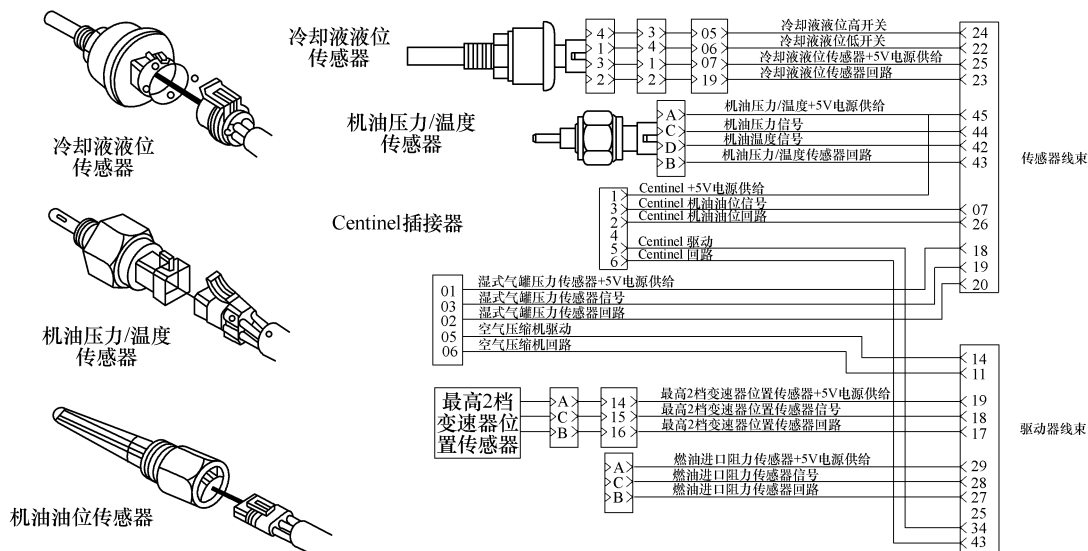

图 3-56 传感器电源电路
(1) 电路原理 ECM 向传感器提供 $+5\text{V}$ 电源电压, 如果任何传感器电源线路损坏, 该传感器将不能正常工作。传感器电源电路如图 3-56 所示。
(2) 部件位置
① 燃油进口阻力传感器位于燃油泵进口处。
② 机油压力/温度传感器位于空气压缩机前端。
③ 机油油位传感器位于油底壳内。
④ 湿式气罐压力传感器位于空气压缩机上。
⑤ 冷却液液位传感器位置请参考 OEM 手册。
⑥ 最高 2 档变速器位置传感器位于变速器上(对于带有 SpicerTM 最高 2 档自动变速器), 正确位置参考 OEM 手册。
(3) 指示灯 黄色指示灯。
(4) 故障原因 在与一些传感器连接的 ECM 电源(VSEN 2 电源)导线上检测到电压偏低。
(5) 故障结果 发动机的功率将降低, 无发动机机油压力或冷却液液位保护。